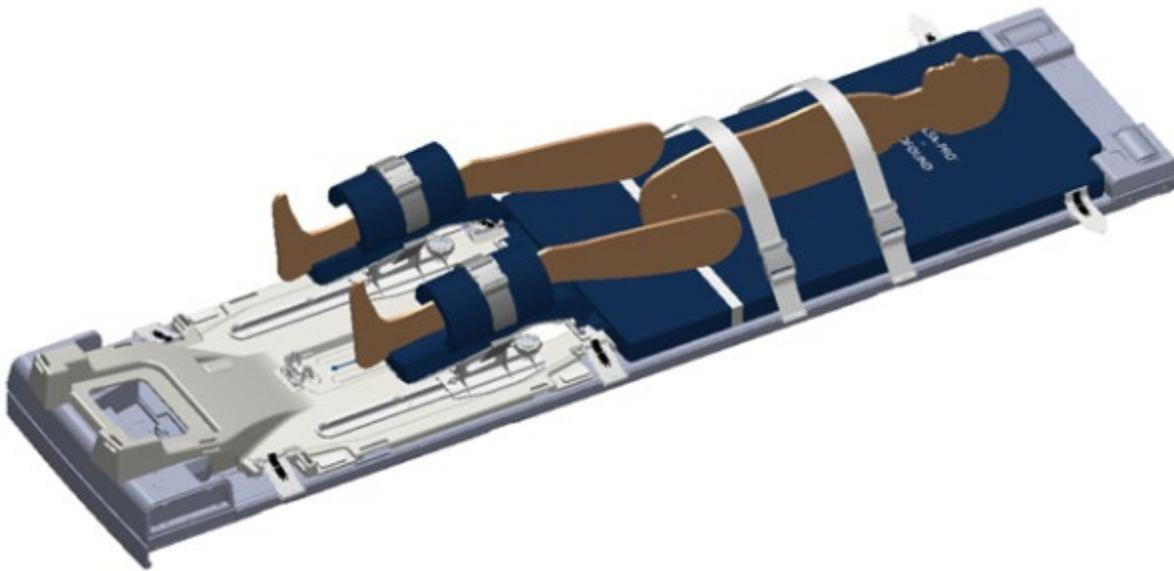

Figura 24: Asegurar las correas del abdomen y los brazos
2. **Tecnólogo en IRM:** Sujete firmemente una correa abdomen-brazo sobre la parte inferior del abdomen para minimizar el movimiento respiratorio anteroposterior. Envuelva la sábana sobre el abdomen y coloque las manos del paciente encima. Abroche una segunda correa abdomen-brazo sobre los brazos para ayudar a encajar al paciente en el orificio de la RM (*figura 24*, su configuración podría no coincidir exactamente con la mostrada).